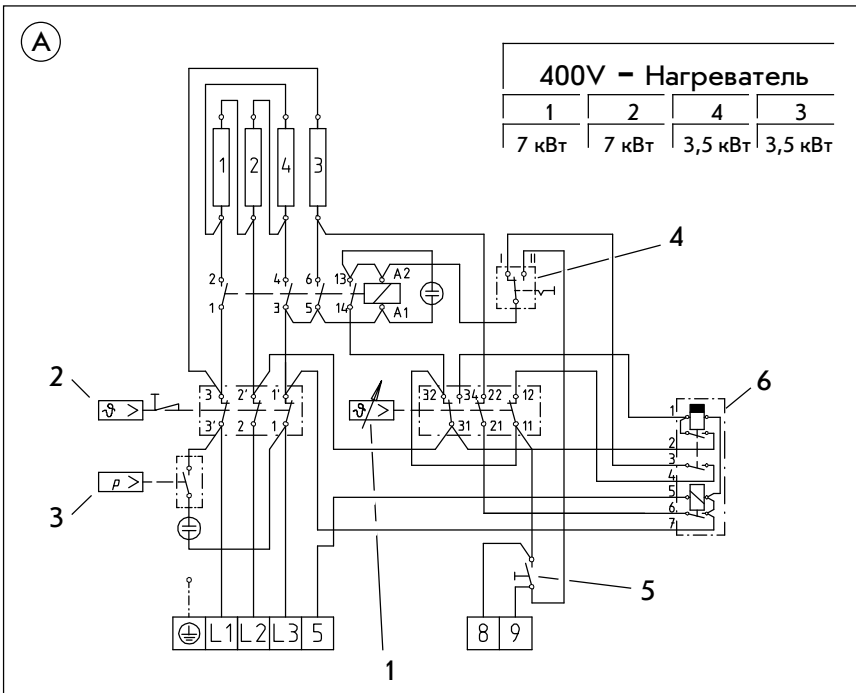

Рис. 11
- Выключатель должен быть установлен в соответствии с режимом эксплуатации (рис.11, поз.4).
Ⓐ Схема электрических соединений, рис.11